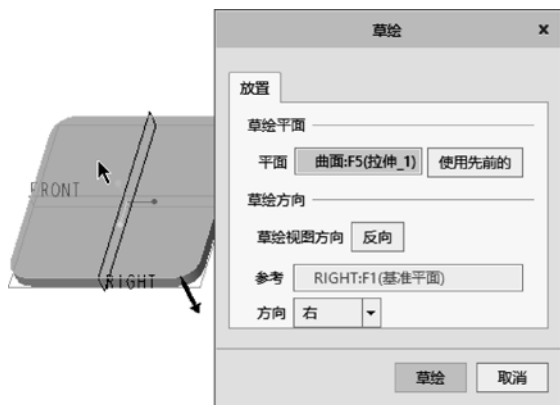

图 5-106 指定草绘平面
- (1) 在功能区的“模型”选项卡中单击“形状”→  (混合) 按钮, 打开“混合”选项卡, 默认时, “混合”选项卡中的  (实体) 按钮处于被选中的状态。
- (2) 在“混合”选项卡中单击  (与草绘截面混合) 按钮, 以及单击  (移除材料) 按钮。
- (3) 在“混合”选项卡中打开“截面”面板, 确保选中“草绘截面”单选按钮, 接着单击“定义”按钮, 弹出“草绘”对话框, 选择图 5-106 所示的实体面作为草绘平面, 单击“草绘”按钮, 进入草绘模式中。